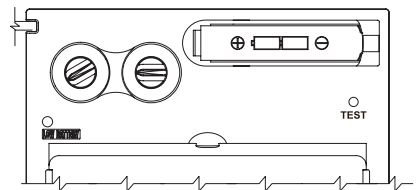

Fig. 1
- **Instalarea bateriei.** Atunci când indicatorul de baterie descărcată devine roșu, vă rugăm să înlocuiți imediat bateria. Instalați noua baterie conform marcajului pozitiv și negativ al bornei bateriei (a se vedea fig. 1).
nuanța selectată înainte de a începe sudarea (a se vedea fig. 1). Când eliberați butonul, vizorul va reveni automat la starea clară (DIN 3.5).